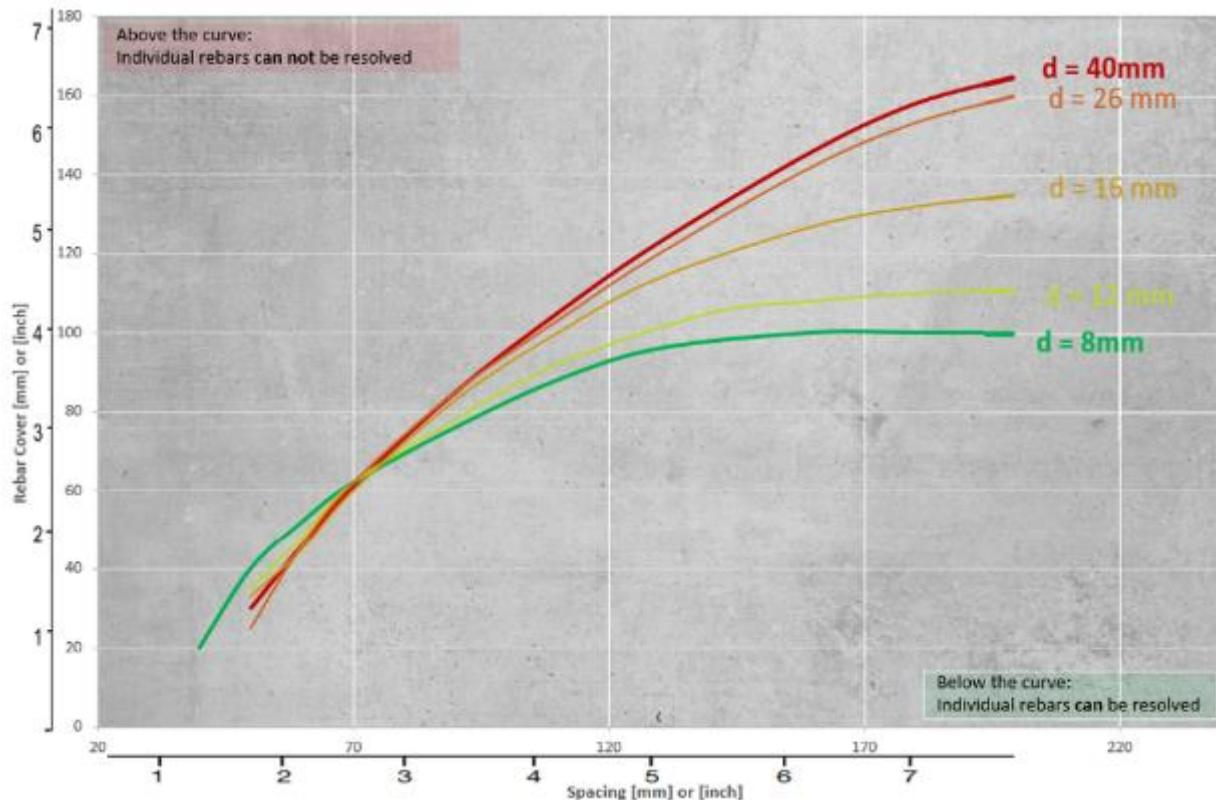

图 31:PM8000 分辨率图
- ! 钢筋之间的最小可分辨间距是有限制的，这个值取决于保护层的厚度和钢筋的直径。如图 31 所示，当钢筋直径超过这些限制时，无法区分单个钢筋。